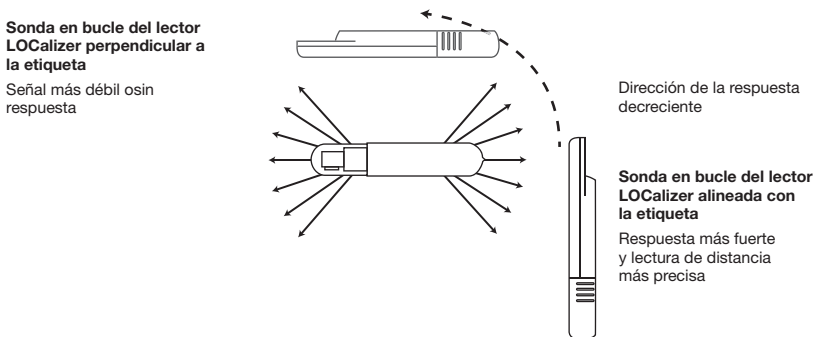

FIGURA 3. Evaluación de la ubicación o posición de la etiqueta con la sonda en bucle por medio de la potencia de la señal (no a escala).
* Medición desde el centro de la sonda en bucle hasta el extremo de la etiqueta (Figura 3)
NOTA: El sonido y la distancia se tornan óptimos cuando la etiqueta está alineada con el cabezal de detección y directamente debajo de este (Figura 3). La identificación de la ubicación de la etiqueta se puede refinar moviendo la sonda hasta detectar ambos extremos de la etiqueta.